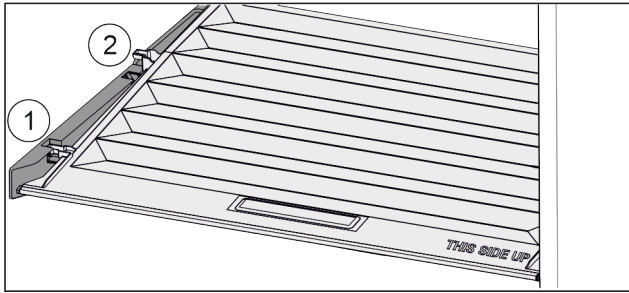

Fig. 95
- ▶ Кришку до отвору в деталях для підтримки потягнути вперед Fig. 95 (1).
- ▶ Підняти ззаду знизу та вийняти Fig. 95 (2) вгору.